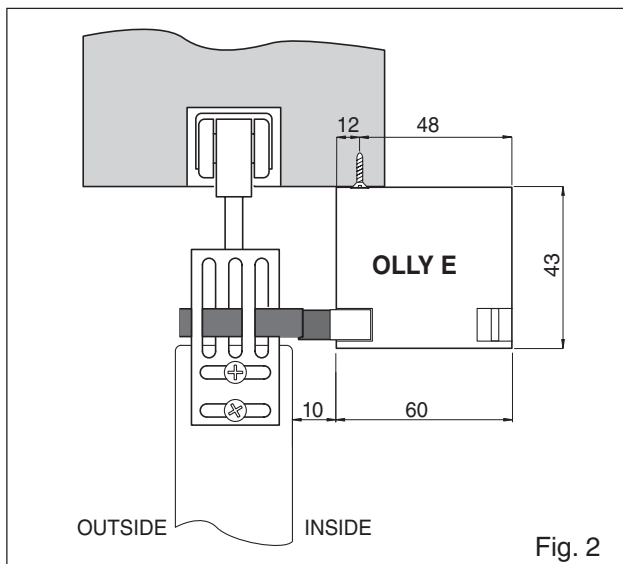

Fig. 2
- 3.4 (Fig. 2) Fijar la automatización de pared cerca del lado de apertura de la hoja y fijar la correa a los estribos [B].